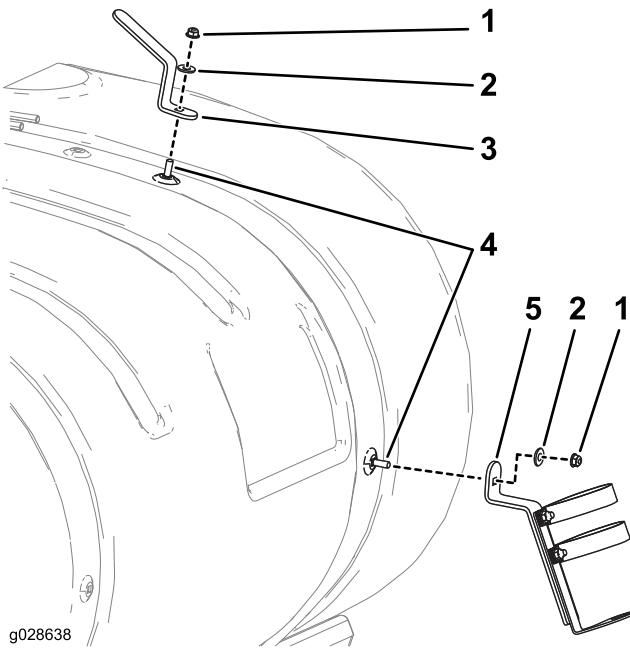

Figura 3
1. Allentate la fascetta frontale del serbatoio sul lato destro (Figura 3).
2. Montate la staffa della pistola a spruzzo come illustrato in Figura 3 utilizzando un bullone a testa tonda (5/16 x 3/4 poll.), una rondella (3/8 poll.) e un dado di bloccaggio (5/16 poll.).
3. Montate il gancio del flessibile come illustrato in Figura 3 utilizzando un bullone a testa tonda (5/16 x 3/4 poll.), una rondella (3/8 poll.) e un dado di bloccaggio (5/16 poll.).